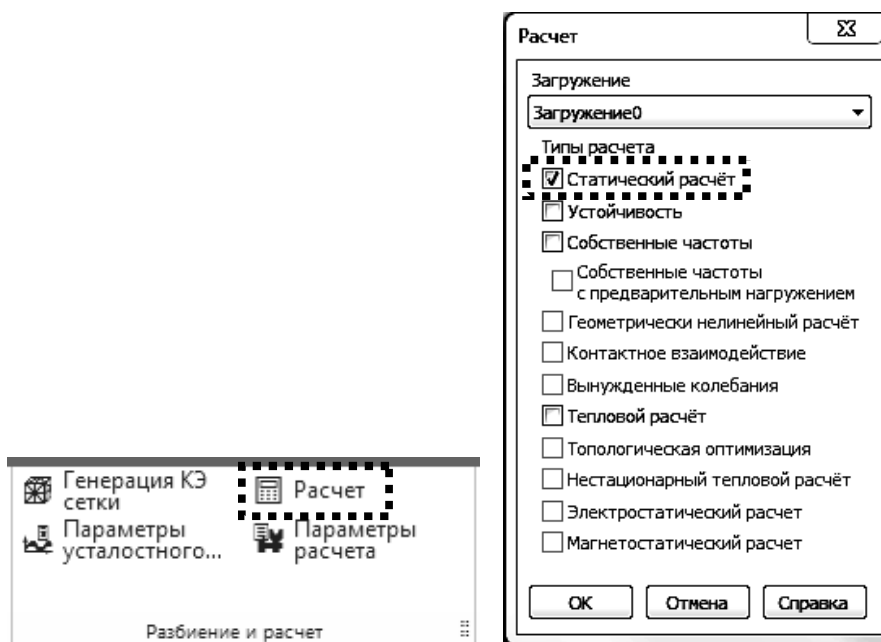

Рис. 16.10. Запуск статического расчета кронштейна
4.1. Далее необходимо запустить расчет. В появившемся окне (рис. 16.10) необходимо выбрать типа расчета – «Статический расчёт» и нажать кнопку «ОК».